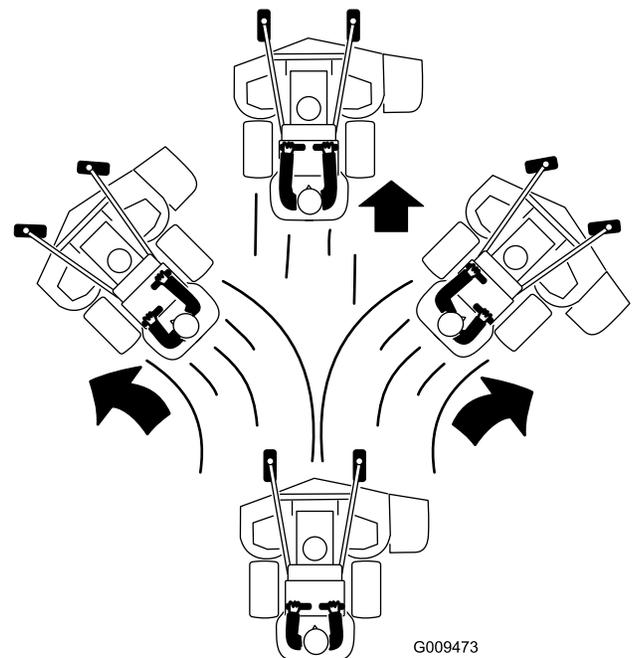

Bild 22
- Schieben Sie die Fahrtriabshebel langsam nach vorne (Bild 22).